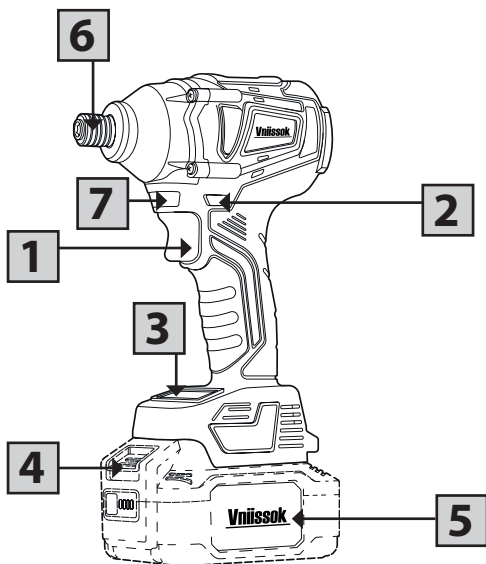
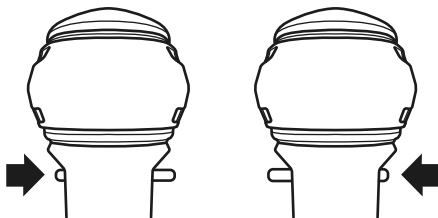

Рисунок 1.4.1.
Рисунок 2.3.1.
При включении инструмента индикатор «3» (рисунок 1.4.1.) аккумулятор показывает его оставшегося заряд.
- Для включения электроинструмента нажмите триггерный выключатель «1» (рисунок 1.4.1.) и держите его нажатым.
Нажмите на триггерный выключатель «1» (рисунок 1.4.1.) для включения лампы. Лампа будет светиться пока выключатель будет оставаться в нажатом положении.
Перед работой всегда проверяйте направление вращения. Пользуйтесь переключателем вращения «4» (рисунок 1.4.1.) только после полной остановки инструмента, чтобы избежать его повреждения. Направление вращения патрона можно изменять с помощью переключателя «4», при отпущенной клавише выключателя «1» (рисунок 1.4.1.). Для вращения вправо (для сверления и закручивания винтов и шурупов) прижмите переключатель направления вращения влево до упора (рисунок 2.3.1.). Для вращения влево (для ослабления и выворачивания винтов и шурупов или отвинчивания гаек) прижмите переключатель направления вращения вправо до упора (рисунок 2.3.1.). Зажатое в материале сверло можно легко освободить, используя обратное направление вращения. При этом держите электроинструмент в руках крепко.